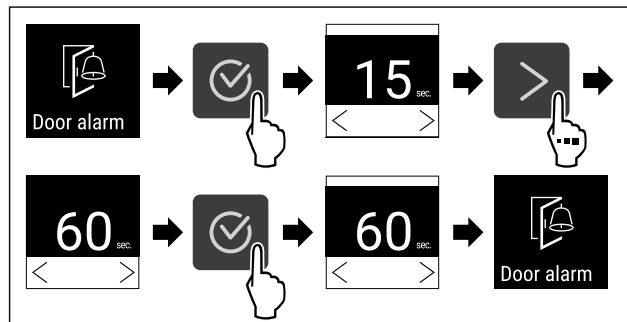

Fig. 88
- Complete steps (see Fig. 88).